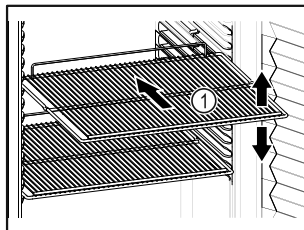

Fig. 62 Przykładowa prezentacja
- Jeśli ruszty do składowania Fig. 62 (1) są ruchome, należy je ustawić odpowiednio do wysokości.